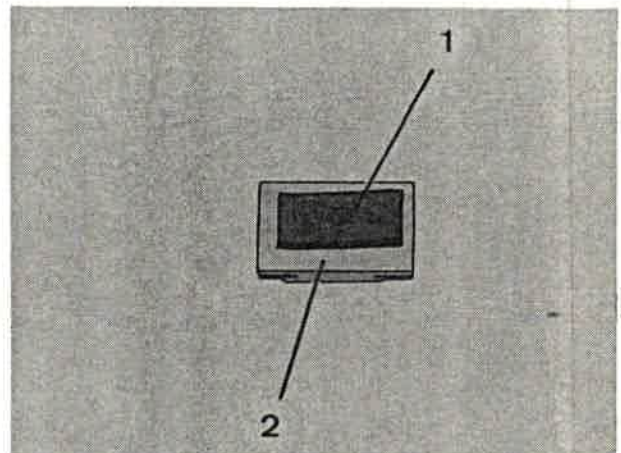

Bild 237
3. Gummitypen (Bild 237/1) von der Druckplatte (Bild 237/2) abziehen und Klebefläche der Druckplatte mit Verdünnung reinigen.